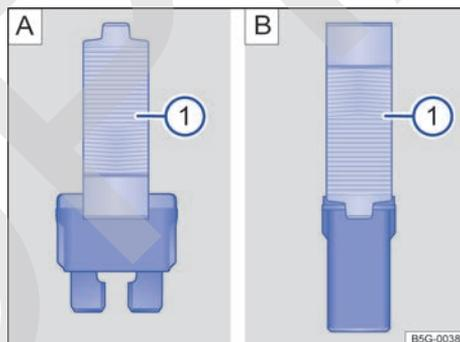

Fig. 180 Extraer o colocar el fusible con las pinzas de plástico: **A** Fusible enchufable plano. **B** Fusible tipo bloque.
- Dado el caso, retire las pinzas de plástico → fig. 180 ① situadas en la tapa de la caja de fusibles correspondiente.
- En función del tipo de fusible, desplace las pinzas correspondientes → fig. 180 [A] ① o → fig. 180 [B] ① lateralmente sobre el fusible.
- Si el fusible se ha fundido, sustitúyalo por uno nuevo del *mismo* amperaje (de igual color y grabado) y del *mismo* tamaño → ①.